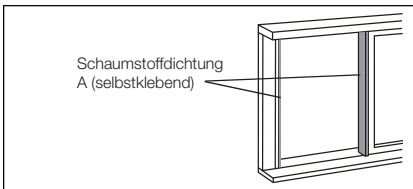

Abb. 18
- Schneiden Sie die Schaumstoffdichtungen (selbstklebend) auf die erforderliche Länge zu, und kleben Sie die Dichtungen am Fenster und am Fensterrahmen fest. Siehe Abb. 18.